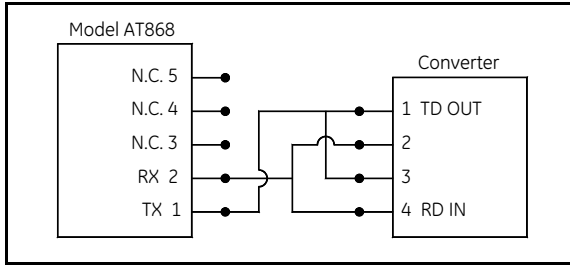

图 1-2: RS485 的典型接线方法
3. 将电缆的一端穿过导孔并与 TB3 相连接，如 1-4 所示。然后固定电缆夹。另一端如图 1-2 所示，与转换器相连接。